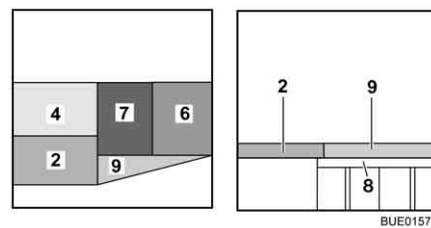

Fig. 160 Después de la transformación
- Colocar el cojín del asiento (Fig. 160,7) en el centro.
- Colocar el cojín del respaldo (Fig. 160,6) entre el cojín del asiento (Fig. 160,7) y la pared.
- Colocar el cojín adicional (Fig. 160,9) sobre el ensanchamiento de cama.